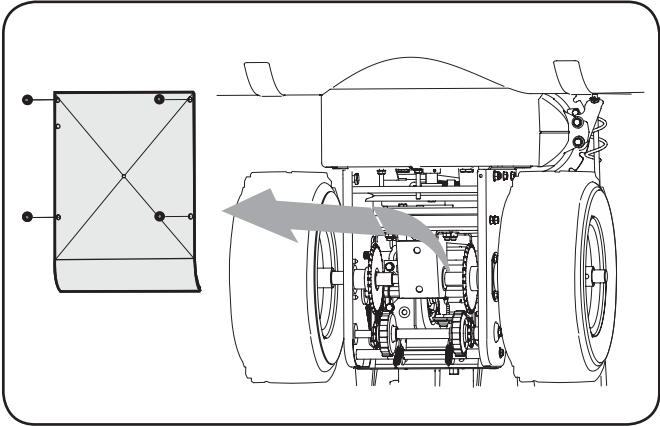

Figure 6-6
- Enlevez les vis du couvercle du châssis, sous la souffeuse. Voir la Figure 6-6.